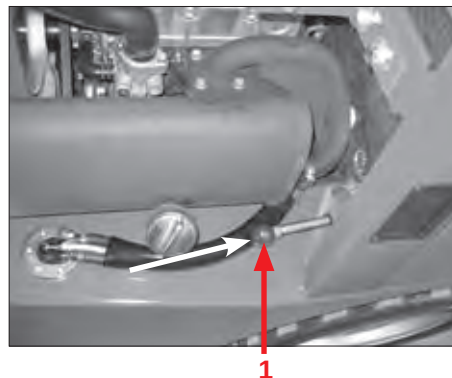

Fig. 67
3. Tryk på låsestangen pos. 1 (Fig. 67) i den hvide pils retning.